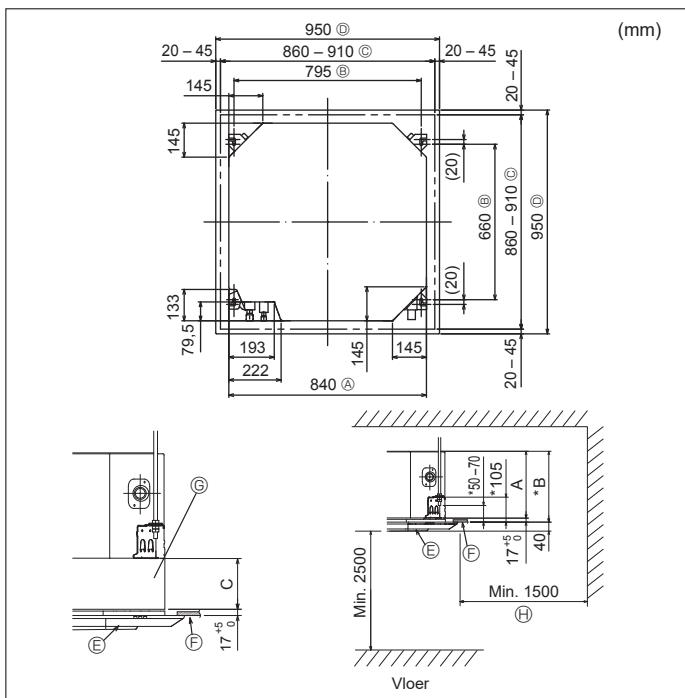

Fig. 3-2
#### 3.2. Plafondopeningen en posities voor installatie van de ophangbouten (Fig. 3-2)
- De afmetingen van de plafondopeningen kunnen aangepast worden binnen de begrenzingen zoals aangegeven in Fig.3-2; u moet dus het apparaat tegen het plafondopening centreren, waarbij u ervoor moet zorgen dat de respectievelijke tegengestelde zijden aan alle kanten van de opening hetzelfde zijn.